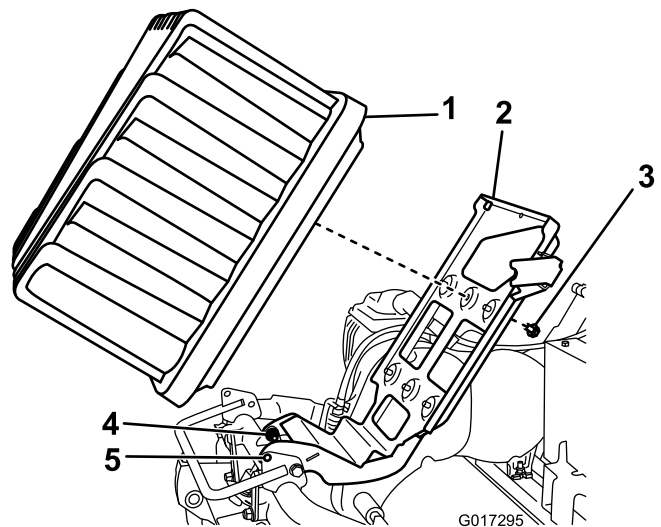

Figura 9
6. Sollevate la piattaforma della batteria fino ad allineare i fori di bloccaggio alla base e sul telaio (Figura 9).
5. Allentate i 2 dadi/bulloni di rotazione di mezzo giro ciascuno (Figura 9).